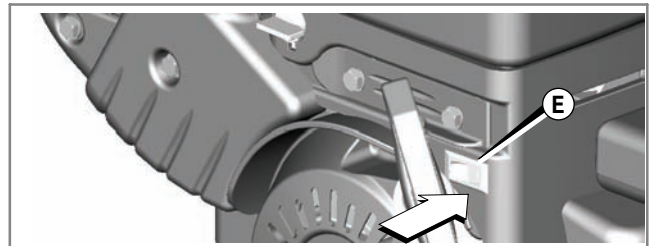

Figure 6
3. Enfoncer l'interrupteur d'arrêt (E), le cas échéant, en position ON (Figure 6).